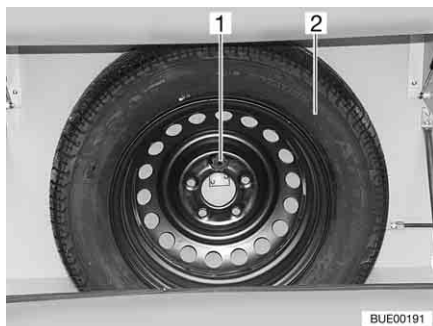

Fig. 236 Soporte para la rueda de repuesto
El soporte para la rueda de repuesto está instalado en la caja para bombonas de gas. Pagando un sobreprecio puede obtener la rueda de repuesto (Fig. 236,2).
- Soltar el tornillo (Fig. 236,1).
- Sacar la rueda de repuesto (Fig. 236,2).